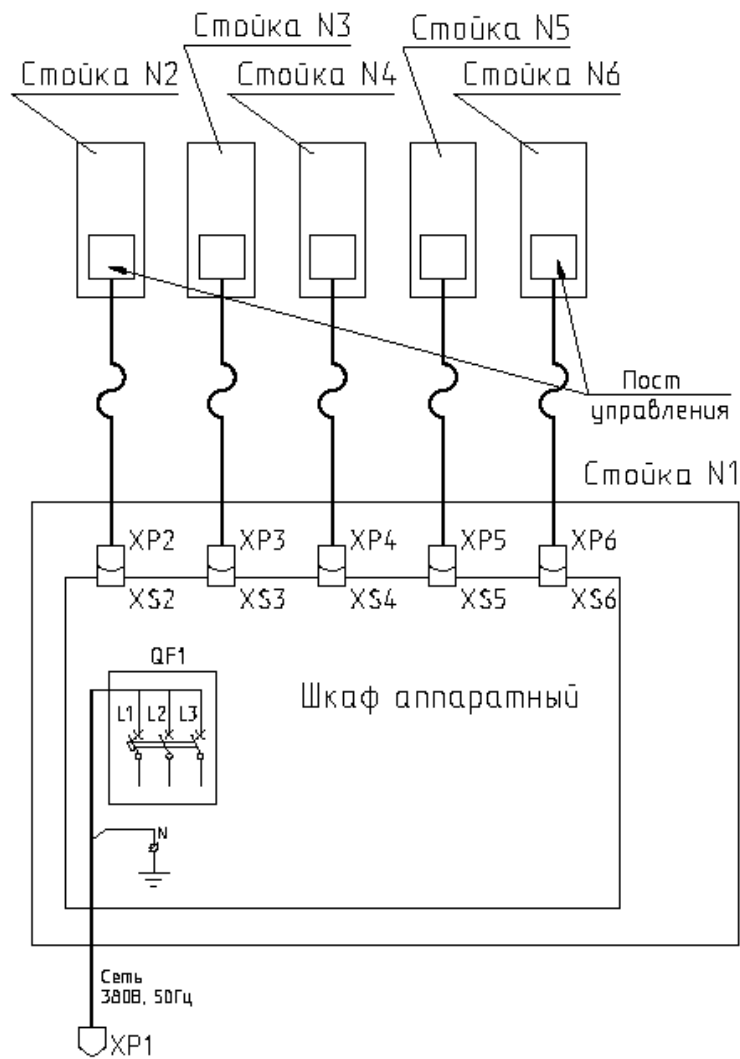

Рис. 4. Схема электрическая соединений подъемника ПП-24
4.4. Перечень элементов схемы электрической принципиальной приведен в таблице № 1. Схема электрическая соединений приведена на Рис. 4.